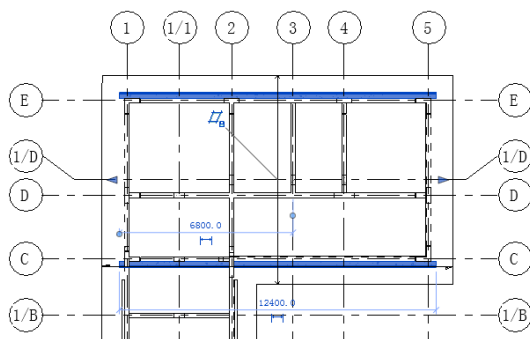

图 11-84 更改屋顶长度
(12) 单击“模式”面板中的“完成编辑模式”按钮, 完成屋顶的创建。
(13) 选择步骤(12)创建的屋顶, 在“属性”选项板中更改“拉伸起点”为“300.0”, “拉伸终点”为“-121000.0”, 其他采用默认设置, 如图 11-84 所示。